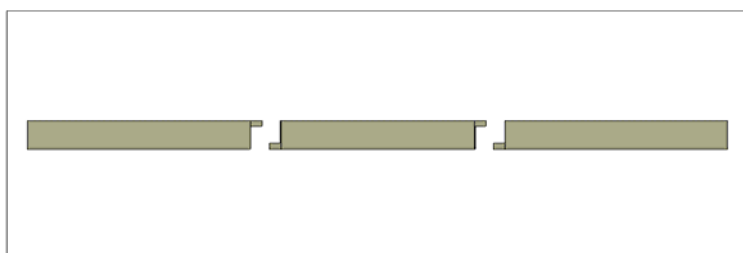

Рис. 3.65
5. Установите курсор мышки на любой элемент выделенной топологии и переместите топологию так, чтобы она располагалась по центру платы (рис. 3.65).
гию так, чтобы она располагалась по центру платы (рис. 3.65).